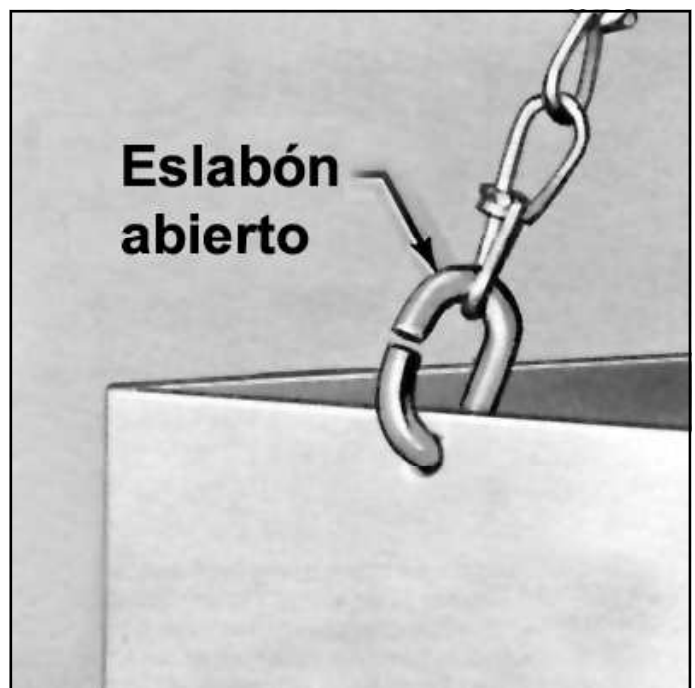

Figura 10-2. Soporte del contenedor de la cadena
f. Abra, en caso de que no se haya abierto, el eslabón abierto de conexión (ver párrafo 2-2) y conecte un extremo de la cadena de soporte al orificio en el contenedor de cadena. Ver Figura 10-2. Tuerca y cierre el eslabón. No lleve la carga a la parte inferior del contenedor.